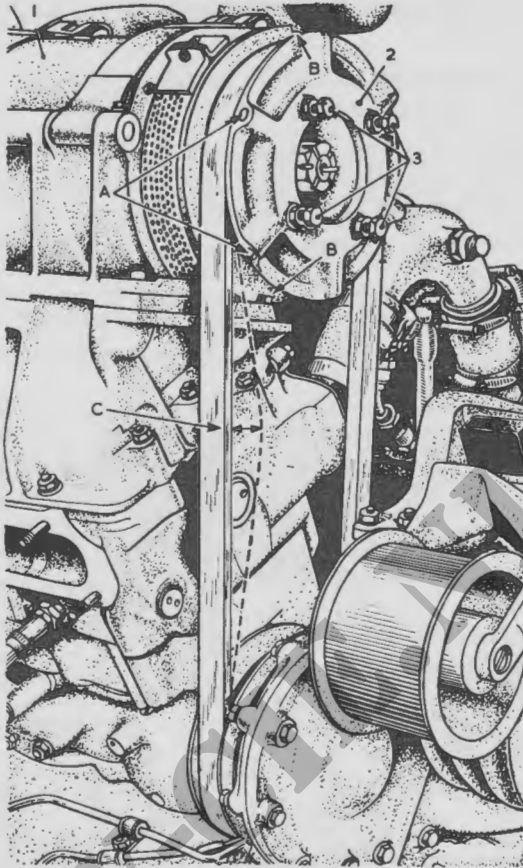

Fig. 34. V-riem spaninrichting van de generator van de hoofdmotor
De spanning van de V-riem is in orde, als de riem midden tussen de twee riemschijven 2½ cm (1-in) naar binnen geduwd kan worden, zie fig 34 (C). Deze spanning moet elke week worden gecontroleerd en zonodig bijgesteld.
### **228.** Het bijstellen van de V-riem van de generator van de hoofdmotor (fig 34 en 35) (Monteur).
- (3) Draai de contraoeren los van de vier bouten op de achterste schijfhelft, (fig 34 nr 2 en 3). Draai vervolgens de vier bouten losser. ( $\frac{1}{4}$ -in steeksleutel).
- (4) Steek een draaipen in één van de gaten in de zijkant van de achterste schijfhelft (fig 34-A) en draai deze schijfhelft rechts-om, om de riem strakker te spannen en links-om, om de riem minder strak te spannen.
- (5) Draai de vier bouten en de contraoeren vast, verwijder de draaipennen uit schijf en steun.
- (6) Start de hoofdmotor en controleer of de riem goed loopt. Zet de motor af. Sluit de motorluiken.